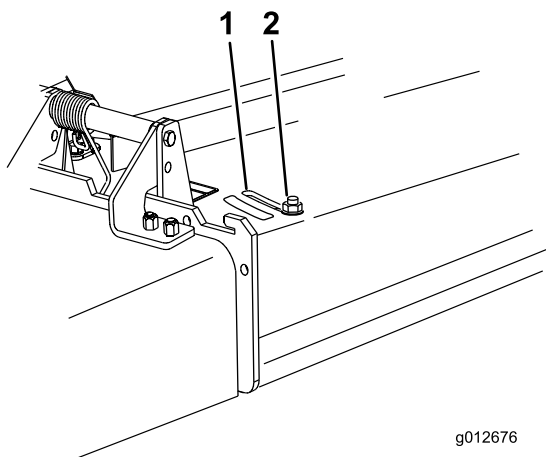

Figure 17
3. Pour régler le déflecteur, desserrez l'écrou (Figure 17).